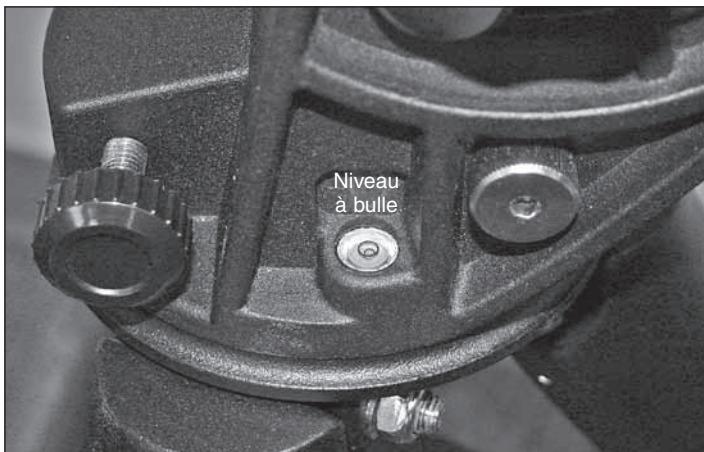

Figure 5. Le niveau à bulle à la base de la tête de la monture facilite le nivelage de la monture.
2. En utilisant le niveau à bulle sur la monture (**Figure 5**), mettez la monture à niveau en ajustant la longueur des montants du trépied si nécessaire.